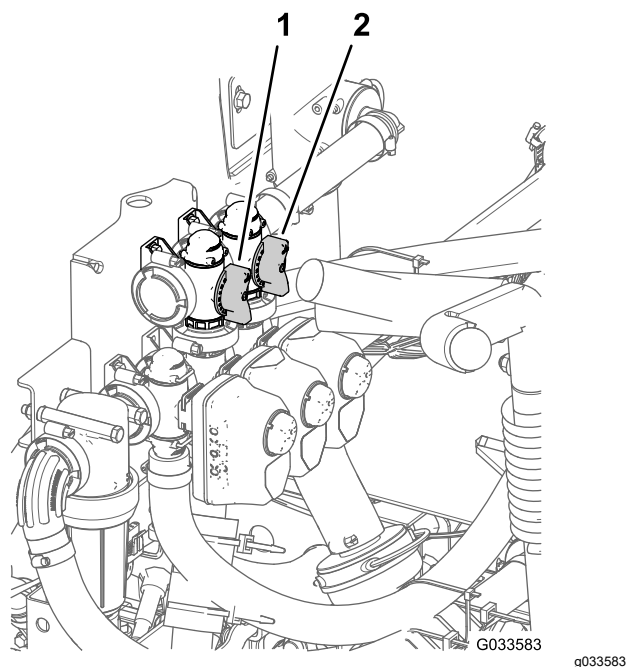

Figura 87
11. Ajuste la válvula de desvío de agitación (**Figura 87**), situada en la parte trasera de la válvula de agitación, hasta que la presión marcada en el manómetro sea de 6,9 bar.
8. Ajuste la palanca maestra de desvío de secciones para controlar la cantidad de agitación en el depósito (**Figura 87**).